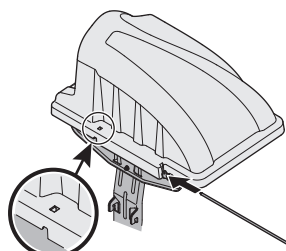
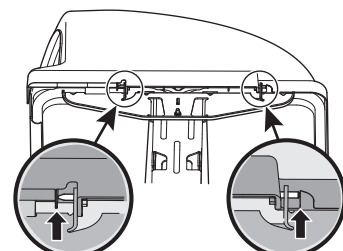

Figure 16
Figure 17
6. Glissez la goupille de charnière dans le trou situé sur la languette de montage, comme illustrée à la Figure 16. Servez-vous de la fenêtre de découpe (consultez le médaillon de la Figure 16) pour aligner la goupille de charnière de l'autre côté et pousser la goupille jusqu'au fond jusqu'à ce qu'elle atteigne la butée d'extrémité. En ce moment la goupille s'enclenche bien en place et est sécurisée à l'aide de la languette qui se trouve dans le couvercle du dispositif d'ensachage. Consultez la Figure 17.